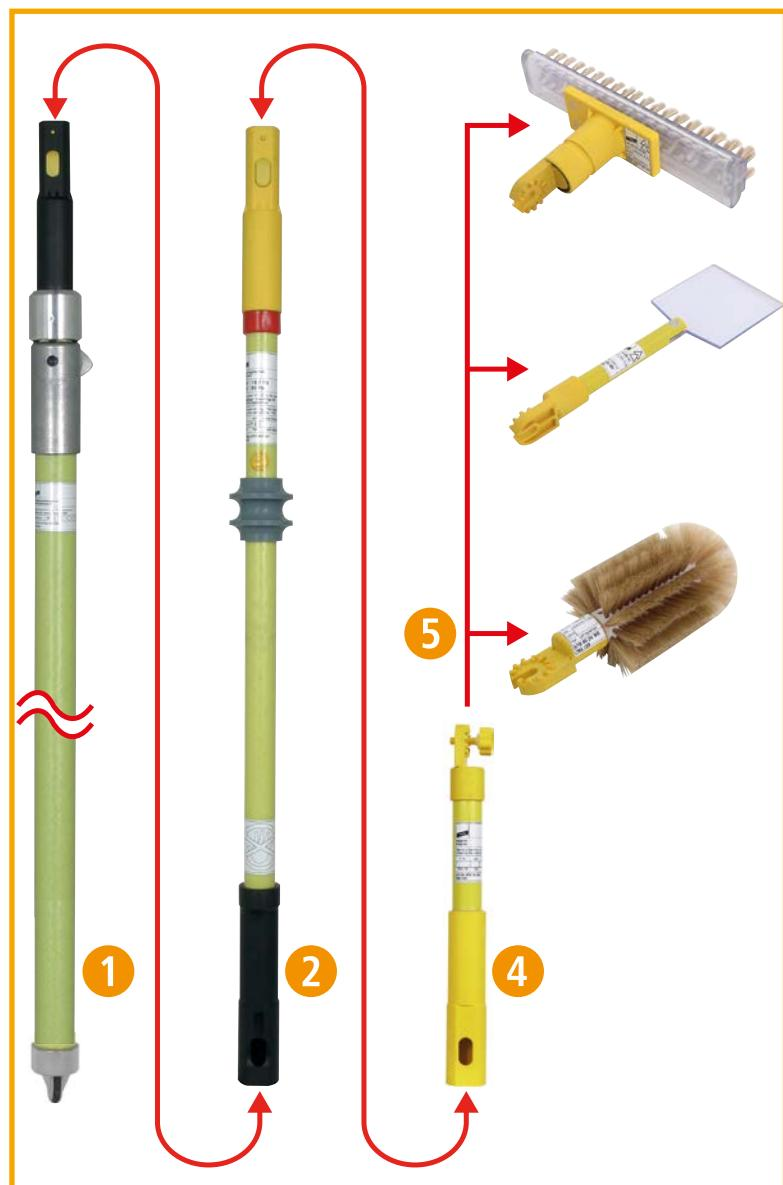

Figure 2 Accessoires en option
- ⇒ Lors de son utilisation, la perche isolante doit être saisie uniquement par le manche (voir figure 2, page 7).
Pour nettoyer les lentilles des dispositifs de signalisation, d'autres accessoires sont disponibles (voir figure 2).